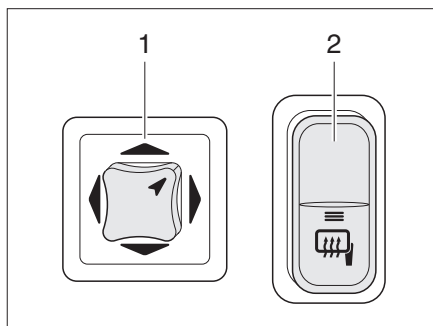

Fig. 24 Interruttore per gli specchietti esterni a regolazione elettrica e riscaldamento degli specchietti
- Selezionare lo specchietto da impostare. A tal fine premere l'interruttore girevole (Fig. 24,1) verso sinistra oppure verso destra.
- Premendo l'interruttore (Fig. 24,1) regolare lo specchietto nella posizione corrispondente.
- Premere l'interruttore (Fig. 24,2). La spia di controllo nell'interruttore si accende in arancione e indica il funzionamento.